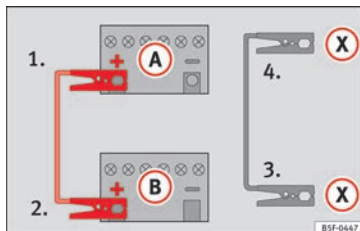

Fig. 164 Esquema de ligação para veículos com sistema Start-Stop.
- **Em veículos com sistema Start-Stop:** ligar uma extremidade do cabo **preto** de emergência **(X)** a um terminal de massa adequado, a uma peça de metal maciça que esteja aparafusada ao bloco do motor, ou ao próprio bloco do motor » » » **Fig. 164.**